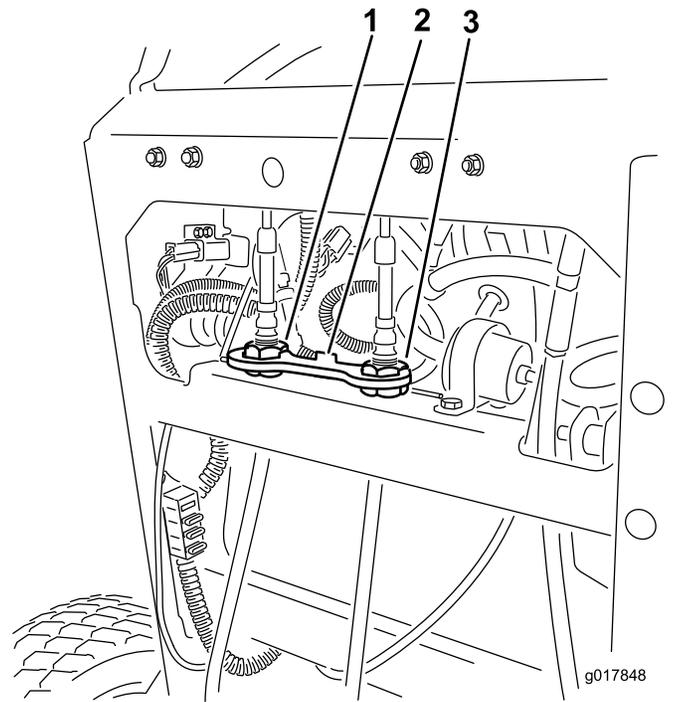

Figura 75
2. Levante y retire la pletina de bloqueo que sujeta las tuercas de ajuste de los cables (Figura 75).
6. Instale la pletina de bloqueo sobre las tuercas de ajuste de los cables para afianzar el ajuste (Figura 75).